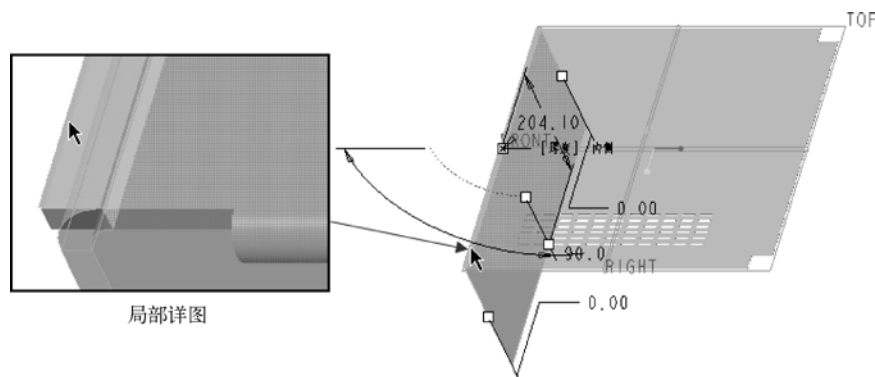

图 6-11 选择连接边
- (1) 在功能区“模型”选项卡的“形状”组中单击  (平整) 按钮。
- (2) 默认的形状选项为“矩形”选项, 折弯角度为“90°”。在模型中选择图 6-11 所示的一条边。此时可以单击  (分离) 按钮以便观察模型效果。